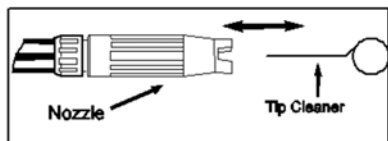

Рис. 5 - Вставьте очиститель в отверстие распылителя и подвигайте его вперед и назад до удаления засора
- Введите имеющийся в комплекте очиститель или разогнутую скрепку в отверстие распылителя и подвигайте вперед-назад до удаления засора (см. рис. 5)